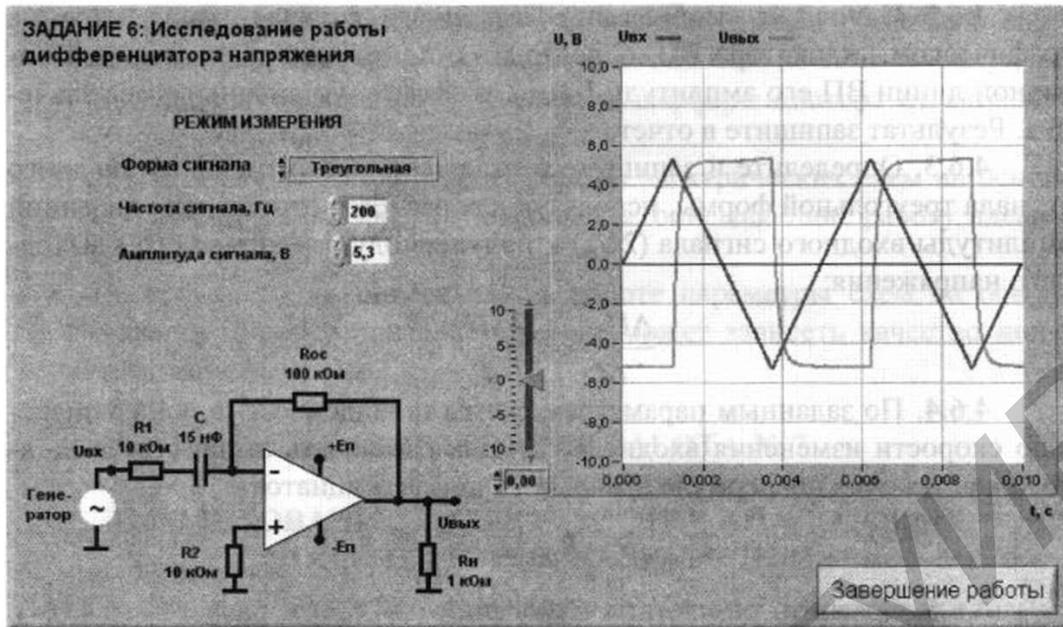

Рис. 15.10. Лицевая панель ВП лабораторной работы №15 при выполнении задания 6
4. Нажмите на передней панели ВП кнопку «Перейти к заданию 6», на экране появится лицевая панель ВП, необходимая для выполнения задания 6 (рис. 15.10).